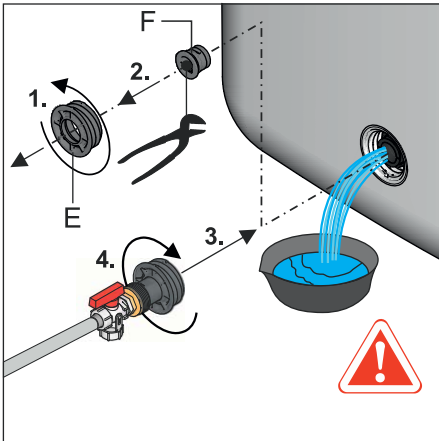

Bild 9-4 KFE-Befüllanschluss in Füll- und Entleeranschluss einschrauben
- 3 Am Füll- und Entleeranschluss das Gewindestück (Bild 9-4, Pos. E) herausdrehen, sowie den Verschlussstopfen (Bild 9-4, Pos. F) entfernen **und sofort** den vormontierten Gewindeeinsatz mit **KFE-Befüllanschluss** in den Füll- und Entleeranschluss (Bild 9-4) wieder **ein**schrauben.